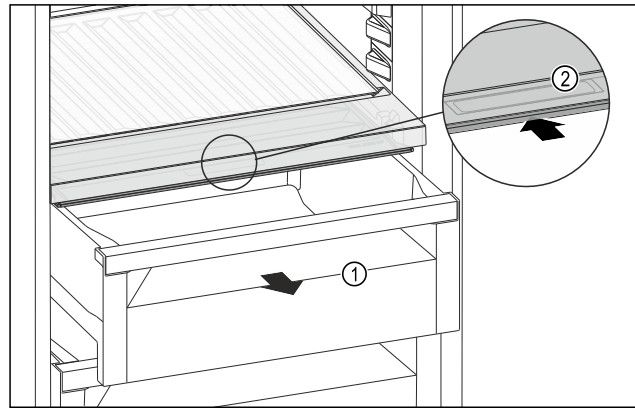

Fig. 112
- Schubfach Fig. 112 (1) herausziehen.
- Griffmulde Fig. 112 (2) am Fachdeckel anfassen und Fachdeckel gleichzeitig nach hinten schieben.